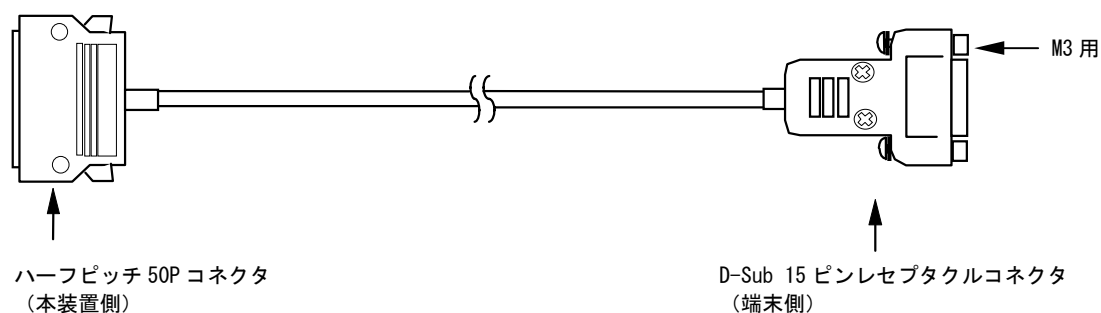

図 4.1-10 X. 21 回線インタフェースケーブルの概略図
X. 21 回線速度は 768kbpd 以下で、かつ本装置から接続される DTE (端末機器) までの最大ケーブル長は 16m 以内としてください。図 4.1-10 に概略図を示します。